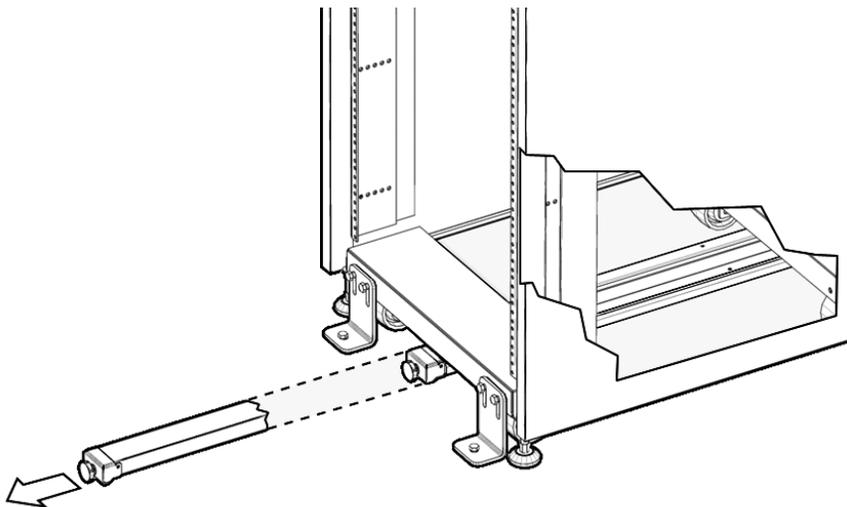

FIGURE 2-4 Extension du stabilisateur du rack
3. Tirez le stabilisateur du rack (FIGURE 2-4).